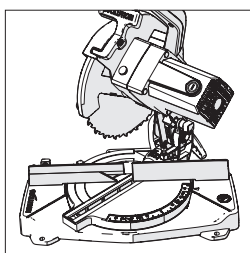

**Fig. 18**
- Appuyez sur le levier de verrouillage de la garde inférieure pour libérer la tête de coupe. (**Fig. 18**)